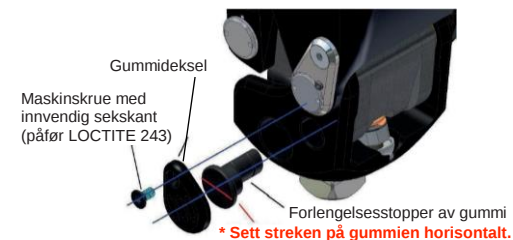

Fig. 19 Utskifting av forlengelsesstoppergummien
3. Sett inn den nye ekstensjonsstopperen i den retningen som er vist i fig. 19. Det er enkelt å sette den inn hvis kneleddet er i stand-flexion.